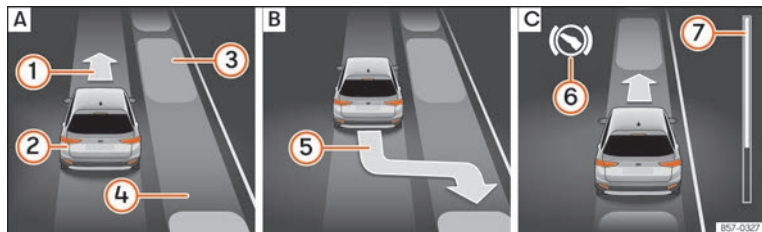
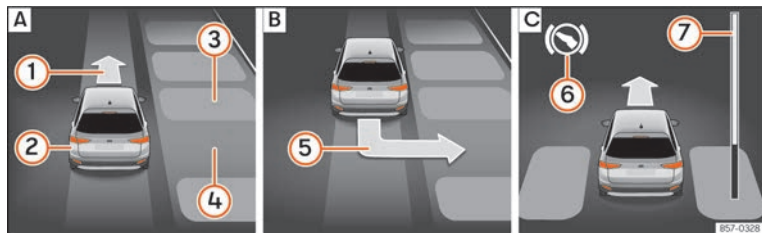

Fig. 250 Sul display del quadro strumenti: Parcheggiare in linea. **[A]** Cercare uno spazio di parcheggio. **[B]** Posizione di parcheggio. **[C]** Manovra.
Fig. 251 Sul display del quadro strumenti: parcheggiare a pettine. **[A]** Cercare uno spazio di parcheggio. **[B]** Posizione di parcheggio. **[C]** Manovrare.
• Nella visualizzazione del display del quadro strumenti controllare se lo spazio è stato rilevato come "idoneo" ed è stata raggiunta la posizione corretta per parcheggiare » **fig. 250** **B** o » **fig. 251** **B**. Lo spazio sarà stato considerato "idoneo" se nel display del quadro strumento compare l'indicazione di parcheggio **⑤**.
rirà l'indicazione di spostarsi con la marcia in avanti » **fig. 250** **C** o » **fig. 251** **C**; **OPPURE**: retrocedere finché nel display del quadro strumenti non comparirà il messaggio **Park Assist concluso**. La barra di avanzamento **⑦** indica la distanza che si deve percorrere » **pag. 291**.
• Premere il pedale del freno finché l'assistente di parcheggio non avrà terminato di sterzare; **OPPURE**: finché non si spegnerà il simbolo **⑧** nel display del quadro strumenti.
• Spostarsi con la marcia in avanti finché non si sentirà il segnale continuo del ParkPilot; **OPPURE**: spostarsi con la marcia in avanti finché nel display del quadro strumenti non comparirà l'indicazione di spostarsi in retromarcia. L'assistente di parcheggio dirige il veicolo con la marcia in avanti o in retromarcia fino a posizionarlo al centro dello spazio di parcheggio » **fig. 250** **C** o » **fig. 251** **C**.
» **fig. 250** **⑦** e » **fig. 251** **⑦** mostra simboli-